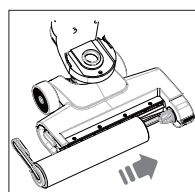

Fig. 16 – Colocación del rollo de microfibra
- ▶ Coloque el rodillo de microfibra en el soporte del rodillo empezando por el lado derecho. Gire el rodillo para que la lengüeta de bloqueo pueda encajar en la ranura del pie de limpieza (**véase Fig. 16**).